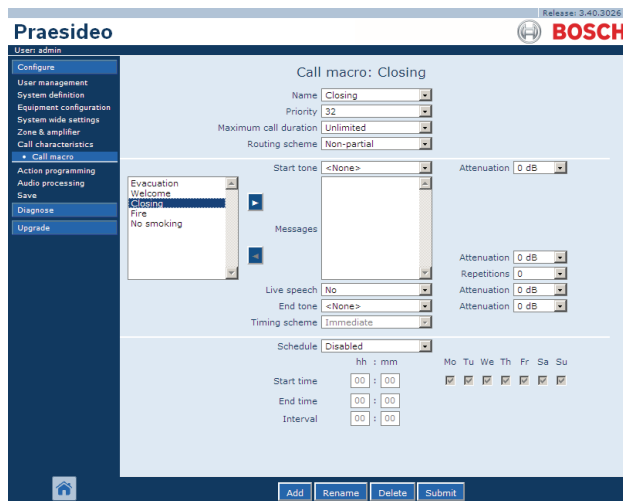

figura 47.5: Agregar macro de llamada, paso 4
- 4 Haga clic en el botón *OK* para agregar la macro de llamada a la lista de macros de llamada en el sistema. Aparece una pantalla similar a la mostrada en figura 47.5 en el cuadro principal de la interfaz Web.